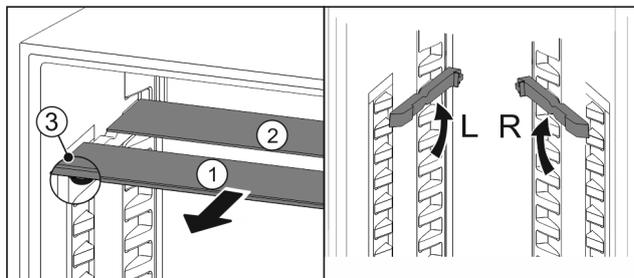

Fig. 25
- Vytiahnite sklené dosky jednotlivo dopredu Fig. 25 (1).
- ▷ Sklená doska Fig. 25 (1) s ozdobnou lištou leží vpredu.
- ▷ Zarážky Fig. 25 (3) ukazujú nadol.